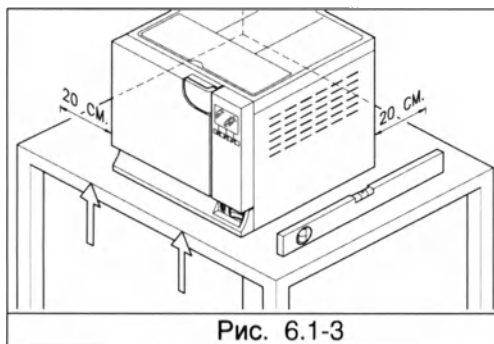

Рис. 6.1-3
- Установите оборудование на ровной и горизонтальной поверхности (Рис. 6.1-3).
- Оставьте свободное пространство вокруг оборудования, по меньшей мере, 20 см, чтобы обеспечить свободную циркуляцию воздуха (Рис. 6.1-3).